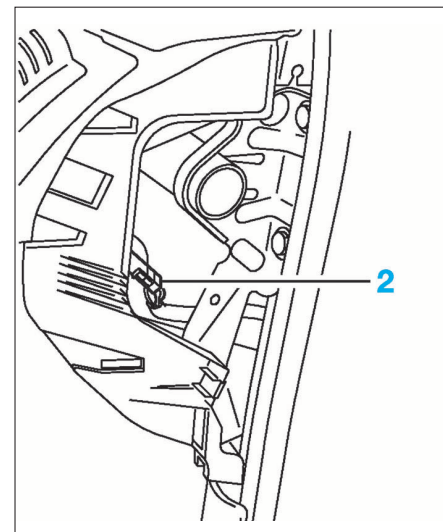

FIG. 6
- Débrancher le connecteur marron (2) (Fig.6) et dégager le faisceau électrique vers l'intérieur de la planche de bord.